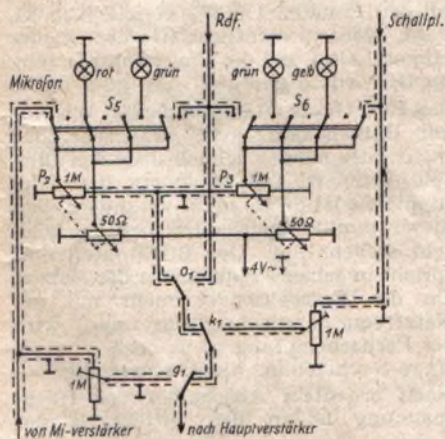
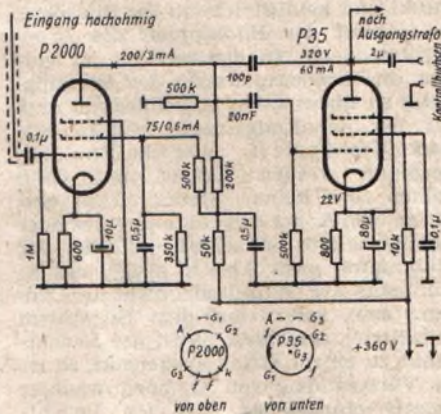
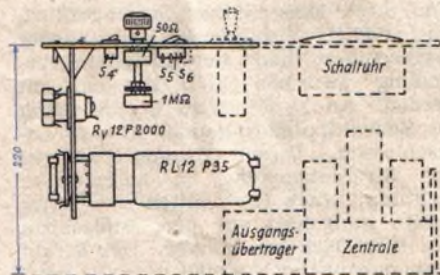

Abb. 7. Schaltung des Mischpultes
Abb. 8. Schaltbild des Hauptverstärkers
Abb. 10. Mechanischer Aufbau des Verstärkers mit Mischpult
3. Der Mikrofonverstärker (Schaltung: Abb. 6). Eine Pentode, jedoch als Triode geschaltet, dient zur einstufigen Vorverstärkung. Eingang 200 Ohm. Die Röhre ist ständig geheizt, während die Anodenspannung erst bei Bedarf fern- oder direkteingeschaltet wird (G_2 , S_4). Der MV ist beim Hauptverstärker untergebracht (Abb. 10).
4. Das Mischpult (elektrischer Aufbau Abb. 7, mechanischer Aufbau Abb. 10) ist der Sammelpunkt aller Tonquellen. Zur Vorbereitung der Mischung bei Nahbedienung dienen die Schalter S_5 und S_6 . Die Regler P_2 , P_3 sind den jeweils angelegten Modulationen zugeordnet, die voneinander unabhängig geregelt werden. Sie bewirken jede gewünschte Einmischungs- und Übertragungsregelung. Mit dem akustischen Vorgang der Überblendung ist eine optische verbunden, die schon für sich allein ein klares Bild der Überblendung gibt. Bei Fernbedie-
5. Der Hauptverstärker (elektrischer Aufbau Abb. 8, mechanischer Aufbau Abb. 10) hängt mit seinem Chassis an der Frontplatte, die verschiedene Buchsen für Prüfzwecke und die Teile des Mischpultes enthält. Der Ausgangs- trafo fand Platz in der Zentrale. Selbstverständlich ist auch jeder andere Verstärker verwendbar.